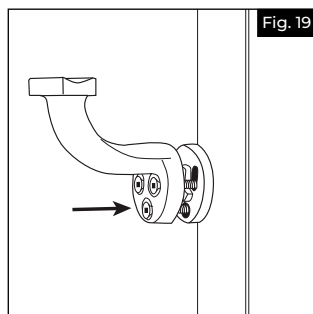

Fig. 19
b. Puis, fixer le support au poteau en enfonçant les vis à travers les trous dans le support et les fentes dans la cale d'espacement (Fig. 19).